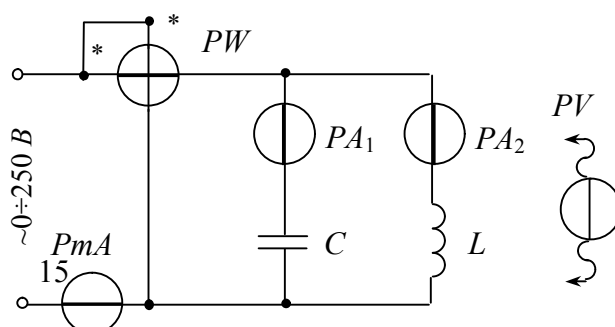

Рис. 15.17
1. Скласти електричне коло (рис.15.17) і під'єднати його до клем штативу $\sim 0 \div 250\text{ В}$. Перемикач *ЛАТР* встановити в положенні $0 \div 250\text{ В} <\sim>$.